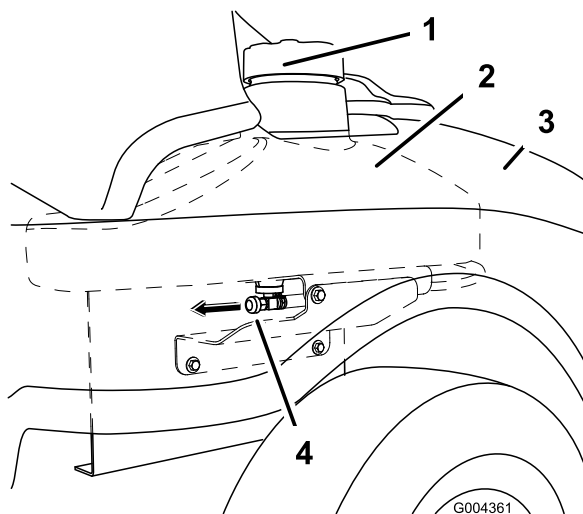

Figura 39
3. Chiudete la valvola di intercettazione del carburante, situata sotto la parte anteriore del serbatoio del carburante (Figura 39).
7. Aprite la valvola di arresto del carburante. Lasciate spurgare il carburante in una tanica apposita o in una bacinella (Figura 39).